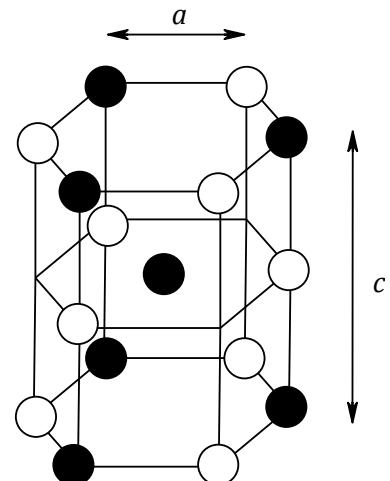

Figure 4 : structure de BN
- 3) Dans le borure d'azote de formule BN, les atomes de bore et d'azote sont en alternance stricte et constituent une structure de type graphite avec une longueur de liaison B – N égale à $a = 145 \text{ pm}$ et une distance entre deux plans successifs égale à $\frac{c}{2} = 334 \text{ pm}$. La figure 4 rappelle la structure correspondante.
- a) Quelle est l'atomicité du prisme droit à base hexagonale représenté figure 4 ?